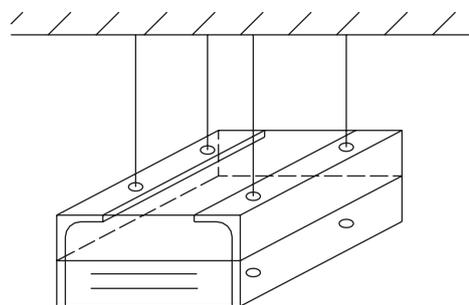

Рис.7.
- б. Поднимайте блок, фиксируйте М8 гайками. (Рис. 7)